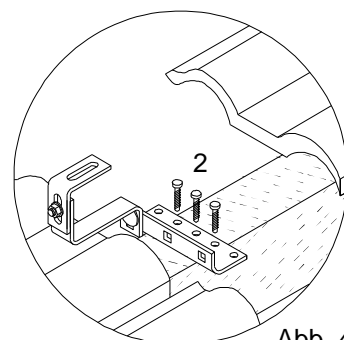

Abb. 4
- Mit Hilfe der 3 Stanzungen an der Grundplatte des Dachhakens (1) können seitliche Versetzungen ausgeglichen werden (Abb. 4).
- Mit den 2 Torband-Schrauben werden die Haken (1) an die Höhe der Dachlatte bzw. Dachziegel angepasst. Der Abstand zwischen Kollektoren und Dach soll so gering als möglich gehalten werden. Mittels Tellerkopf-Holzschraube (2) werden die Haken an den Sparren angeschraubt (Abb. 4 und 5).